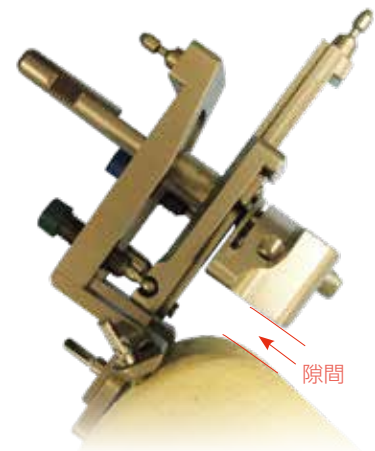

Figure 1. マイクロブロックのニュートラル設置。大腿骨とカuttingブロックの間に隙間があるか注意します。
- フェモラルカuttingブロックと大腿骨前面との間に 10mm の隙間があることを確認してください (Figure 1)。